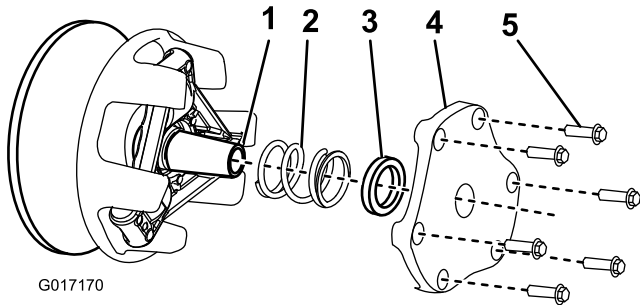

図 34
4. カバー、スペーサ、スプリングは脇において置く（図 34）。